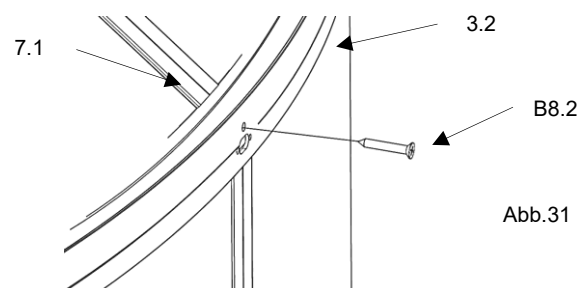

Abb.31
5. die Mittelsprosse (Dach) (7.1) wieder in den Ursprung positionieren und mit einer Senk-Blechschaube (B8.2) sichern. (Abb.31)